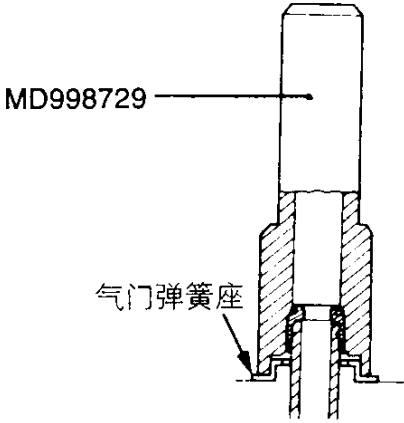

图 2-68 安装气门弹簧座
(1) 安装气门杆密封件时，如图 2-68 所示，先安装气门弹簧座。再用专用工具将新